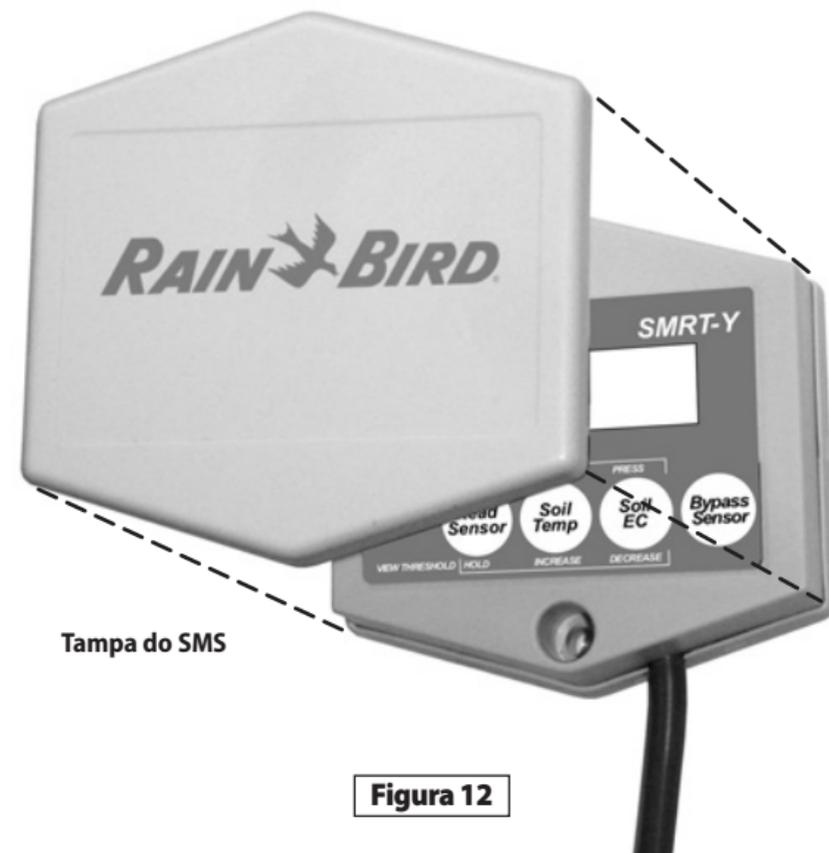

Figura 12
4. A exposição prolongada à luz solar directa pode danificar o visor LCD da SMRT-Y. Utilize a tampa de protecção (consultar a Figura 12) quando estiver instalada sob luz solar directa.